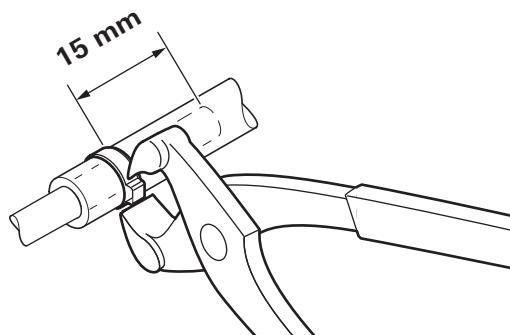

Fig. 24
- Positionner les colliers de serrage à une oreille en veillant à ce que la conduite de carburant dépasse d'au moins 15 mm du collier de serrage à une oreille (Fig. 24).